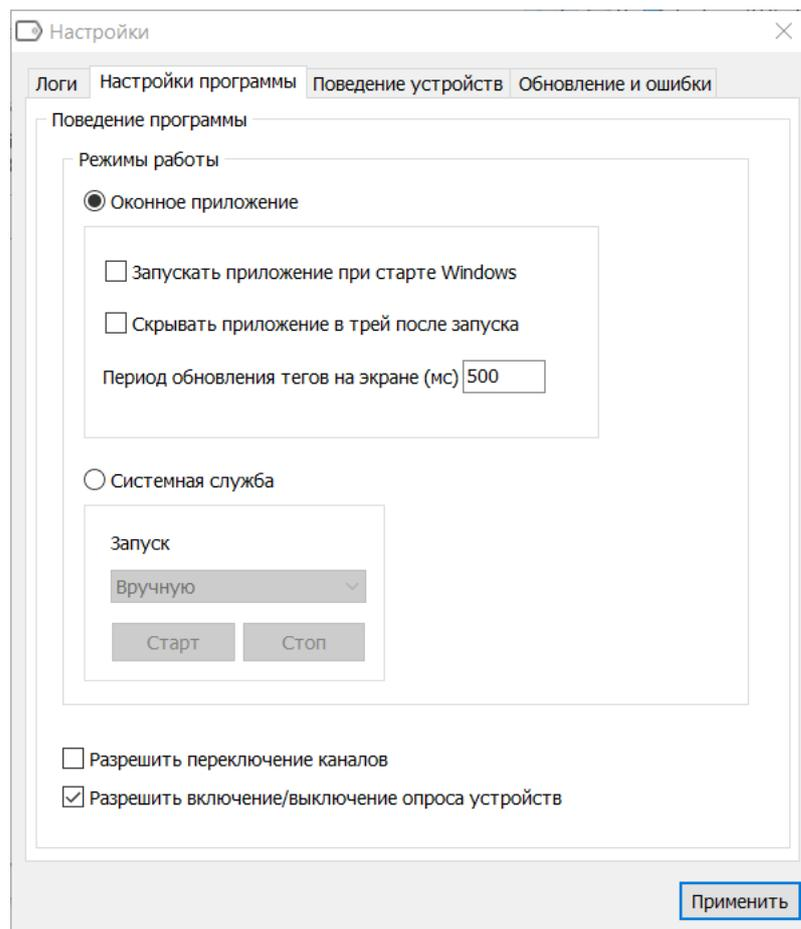

Рис. 22.2 Группа настроек «Поведение программы»
2. «Настройки программы», рис. 22.2.